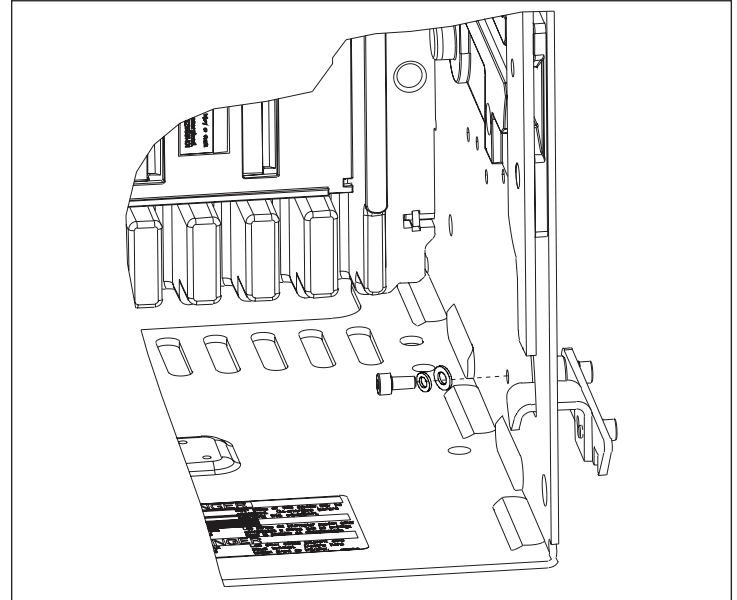

Abbildung 5. Montage des Verriegelungshebels an der Kassette.
Schritt 4: Befestigen Sie den Verriegelungshebel mit der Schraube M5, der Sicherungsscheibe und der Unterlegscheibe von der Innenseite der Kassette (**Abb.5**). Drehmoment 4 Nm (35 in-lbs).